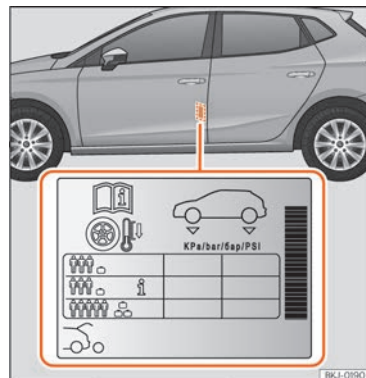

Abb. 182 Einbauort des Aufklebers für den Reifenfülldruck.
- Passen Sie bei größerer Zuladung den Reifendruck entsprechend an »» (Abb. 182).
Die Angaben zum Reifenfülldruck befinden sich auf dem Aufkleber an der Fahrertürsäule »» (Abb. 182).
fülldruck entsprechend dem auf dem Reifenfülldruck-Aufkleber angegebenen maximalen Wert erhöht werden »» (Abb. 182).
Füllen Sie bei einem minimierten Notrad (125/70 R16 oder 125/70 R18) auf einen Druck von 4,2 bar, gemäß Angabe auf dem Aufkleber mit den Reifendruckwerten »» (Abb. 182).
Je nach Fahrzeug kann der Reifenfülldruck auf halbe Last eingestellt werden, um den Fahrkomfort zu verbessern (Reifenfülldruck **i** »» (Abb. 182)). Beim Fahren mit Komfort-Reifendruck kann sich der Kraftstoffverbrauch leicht erhöhen.
- **Der Fahrer ist verantwortlich für den richtigen Reifenfülldruck an allen Reifen am Fahrzeug. Der empfohlene Reifenfülldruck befindet sich auf einem Aufkleber »» (Abb. 182).**
- **Immer den richtigen Reifenfülldruck am kalten Reifen einhalten, wie auf dem Aufkleber angegeben »» (Abb. 182).**